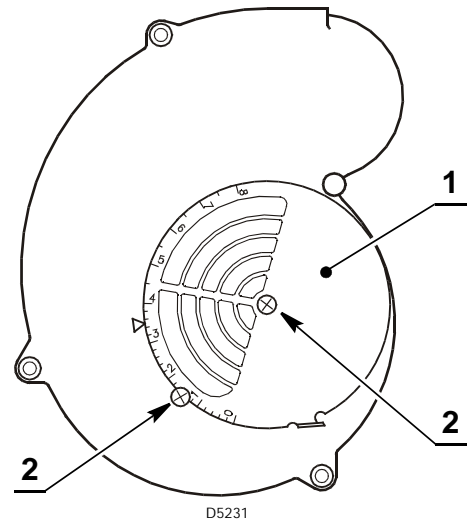

Fig. 11
El caudal de aire se regula actuando sobre el registro del aire (1) Fig. 11, tras aflojar los tornillos (2).